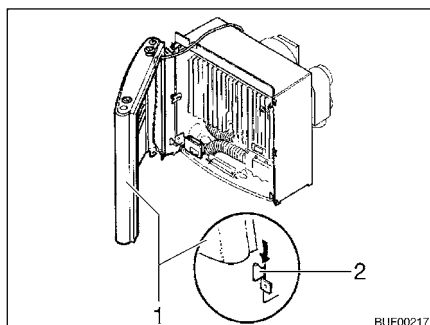

Fig. 119 Copertura del riscaldamento, passanti di sostegno
- Montare la copertura del riscaldamento. Collocare la copertura (Fig. 119,1) sui passanti di sostegno inferiori (Fig. 119,2).